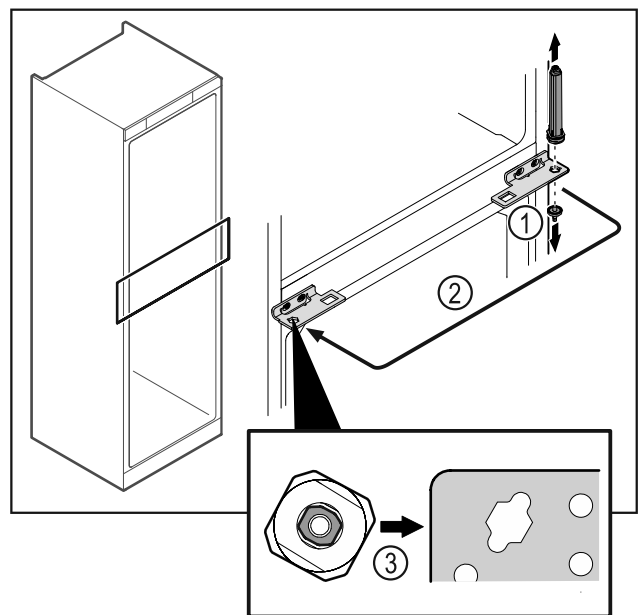

Fig. 44
- Ξεβιδώστε τον πείρο του μεντεσέ Fig. 44 (1).
- Μεταφέρετε το σύστημα κλεισίματος πόρτας Fig. 44 (2).
- Κατά την τοποθέτηση βεβαιωθείτε για τη σωστή ευθυγράμμιση του συστήματος κλεισίματος πόρτας Fig. 44 (3).